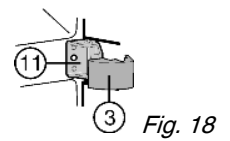

Fig. 18
- ▶ Fije la cubierta Fig. 18 (11) en el soporte de cojinete central Fig. 18 (3).